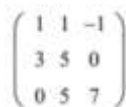

Рис. 3
2. В свободные ячейки заносятся численные значения коэффициентов при искомым токах, с помощью панели «Арифметика» и клавиатуры (рис. 3).